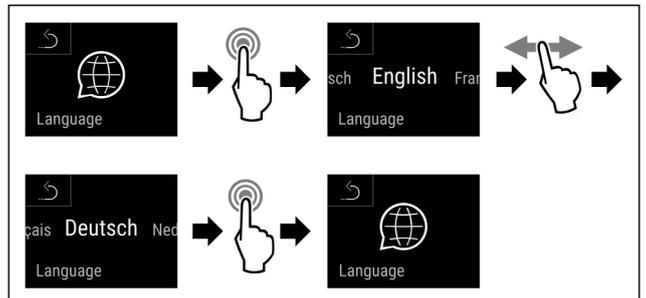

Fig. 104
- u Handlungsschritte (siehe Fig. 104) durchführen.